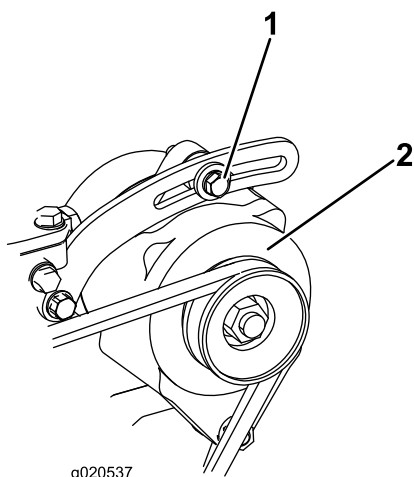

Figura 87
2. Se l'inflessione non è di 10 mm, allentate i bulloni di fissaggio dell'alternatore (Figura 87). Aumentate o riducete la tensione della cinghia dell'alternatore e serrate i bulloni. Controllate di nuovo l'inflessione della cinghia per accertare che sia esatta.